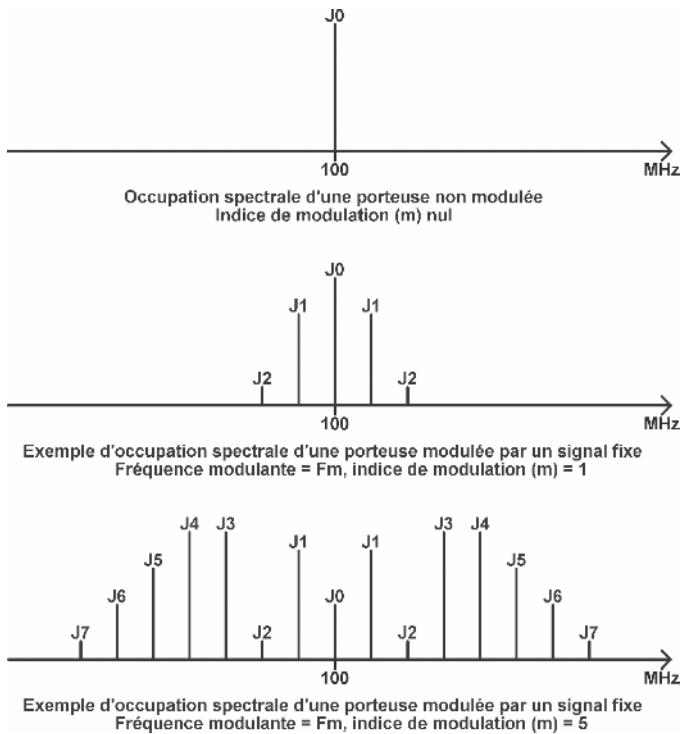

Figure 7.17
**Tentatoo** – Je ne sais pas où vous allez chercher toutes ces expressions, mais je dois reconnaître que certaines me plaisent bien. Non, vous allez voir que l'on peut comprendre un minimum de choses, même sans formule. Observez les vues spectrales de la **figure 7.17** et donnez-moi vos impressions à chaud.